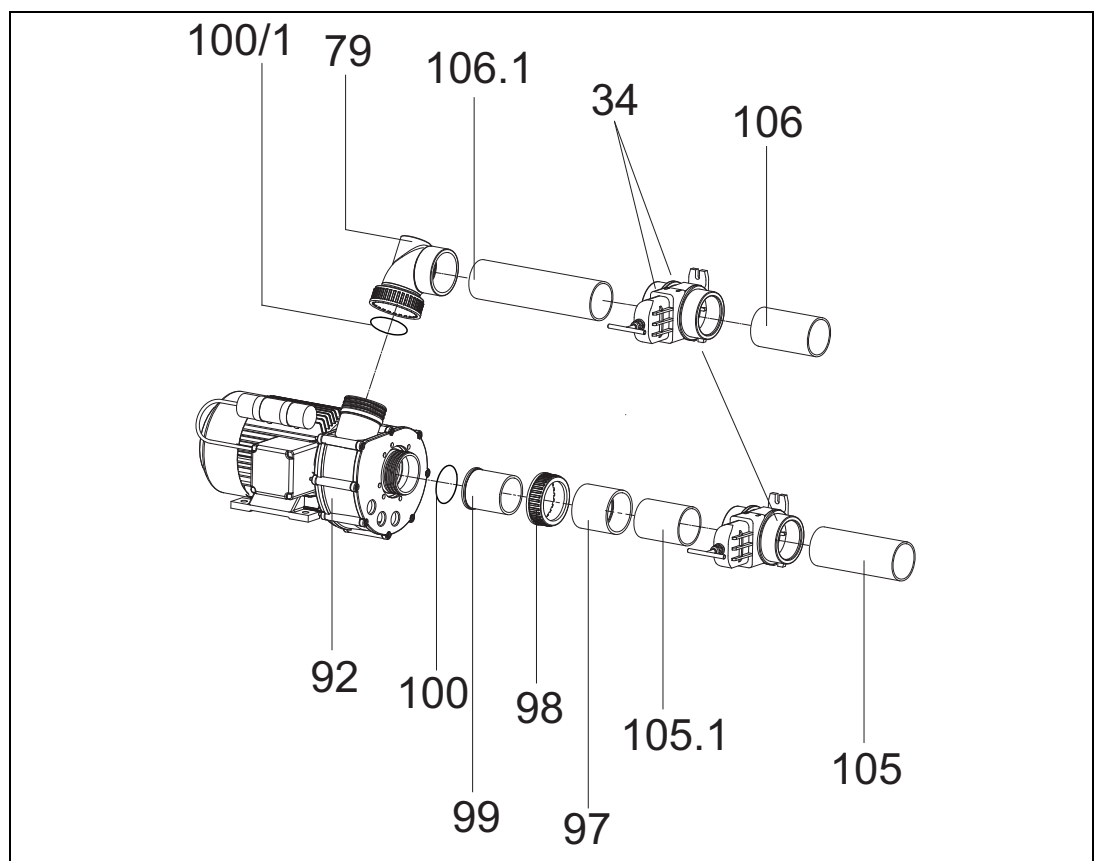

Fig. 14
13. Conectar o pegar la bomba de chorro (92) del lado de aspiración con tubo de aspiración (105.1), manguito (97), unión a rosca (98, 99) y del lado de presión con tubo de presión (106.1), codo de reducción especial (79) (*Fig. 14*).